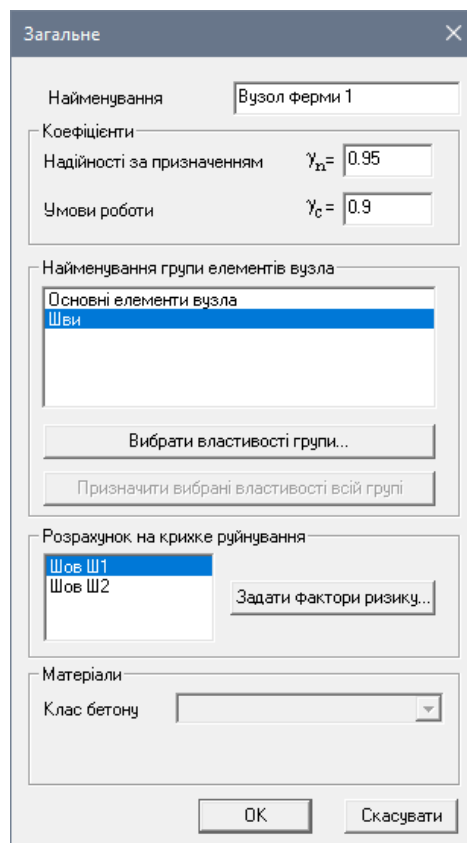

Рис. 20.4. Діалогове вікно **Загальне**
- В новому діалоговому вікні **Загальне** (рис. 20.4), що з'явилося, задайте наступні параметри: